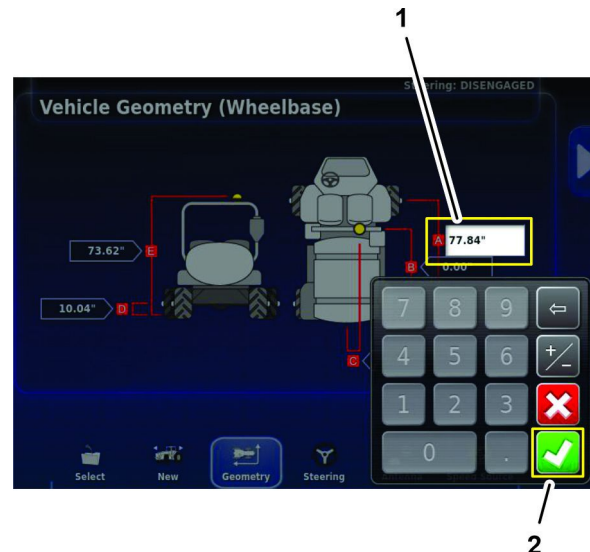

Figure 189
1. Appuyez sur l'icône entraxe des essieux avant et arrière (A), puis utilisez le clavier virtuel pour saisir la mesure que vous avez notée sur la fiche de géométrie du véhicule à la section Mesure de la géométrie du véhicule \(page 87\), et appuyez sur l'icône de confirmation (Figure 189).